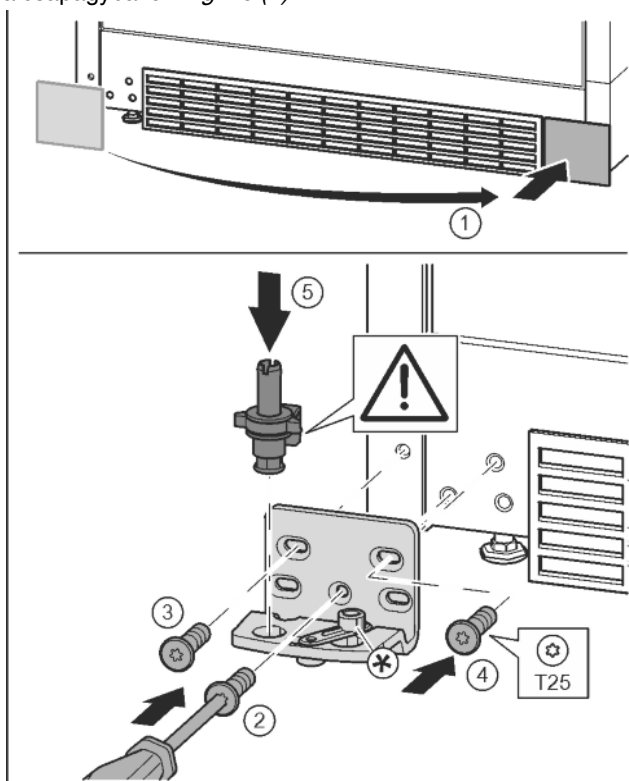

Fig. 17
- Vegye le a fedelet, és szerelje fel a másik oldalra. Fig. 17 (1)
- A másik oldalra helyezze fel a csapágybakot, és egy T25 csavarhúzóval húzza meg. Középen az alsó 2 csavarral kezdjen. Fig. 17 (2)
- Húzza meg a 3 és 4 csavart. Fig. 17 (3, 4)
- Helyezze be a teljes csapszeget. Ügyeljen közben arra, hogy a bekattanó bütyök hátrafelé mutasson. Fig. 17 (5)